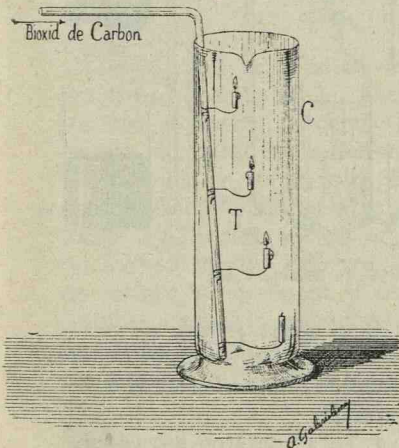

Fig. 136. Bioxidul de carbon e mai greu decât aerul.
**Experiență.** Pe tubul de sticlă  $T$  legăm cu sârmă subțire patru lumânările pe care le aprindem. Punem totul în cilindru  $C$ . Lăsăm să intre prin  $T$  bioxid de carbon în cilindru. Lumânările se sting de jos în sus, pe măsură ce bioxidul de carbon umple cilindru, fig. 136.